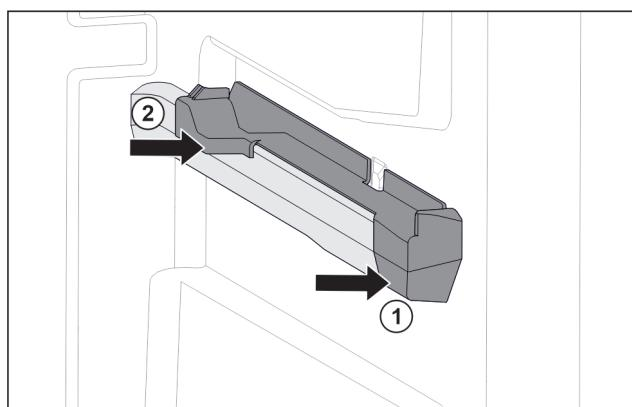

Fig. 119 Natični dio na desnom žlijebu spremnika
- Postavite natični dio sprijeda na žlijeb spremnika. Fig. 119 (1)
- Pritisnite natični dio straga. Fig. 119 (2)